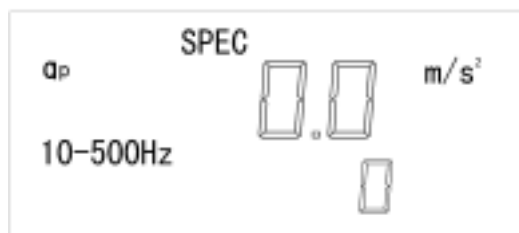

图 2-13
①按 **WAVE/SPEC** 键进入 SPEC 状态 (见图 2-13)；